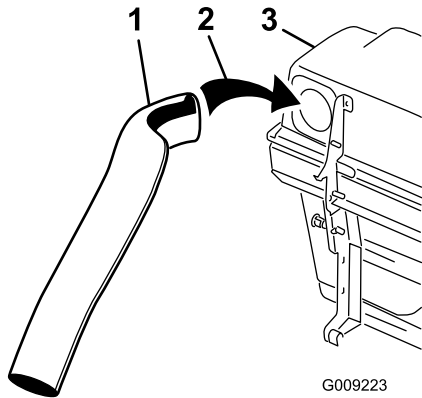
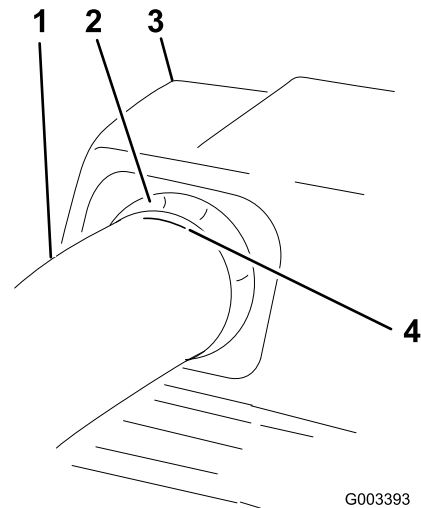

Figura 22
Figura 24
5. Instale o tubo superior na abertura do depósito de recolha de relva e puxe-o para trás de forma a que o vedante de borracha saia de (Figura 22 e Figura 24).
correta do tubo superior quando perfurar os orifícios e ligar os tubos superior e inferior (Figura 24).